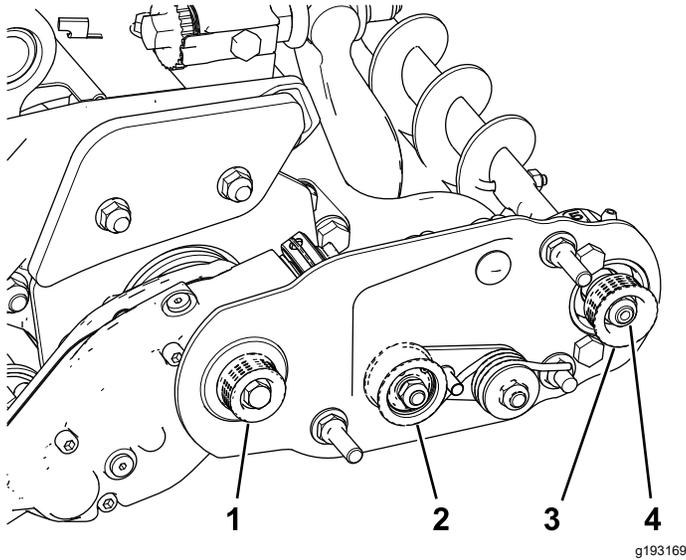
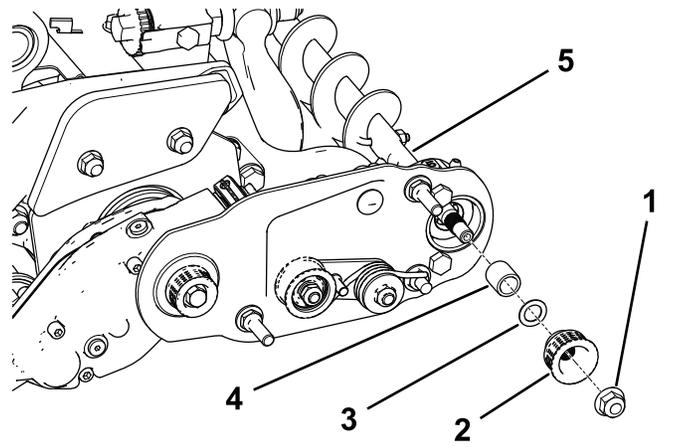

图 21
图 22
1. 从动皮带轮位于滚筒刷轴可以自由出入图 21。
2. 旋转滚刀会带动驱动皮带轮旋转把皮带从驱动皮带轮上撬下来图 21。
3. 卸下将从动皮带轮固定至刷轴的锁紧螺母图 21 或图 22。
4. 从轴上卸下从动皮带轮图 22。
5. 如果皮带轮需要移出可添加 0.8mm 厚的垫圈图 22。